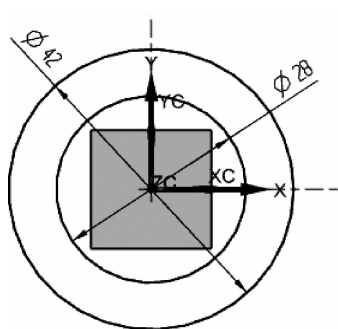

图 2-33 绘制 $\phi 42$ 和 $\phi 28$ 的圆
①在“草图”工具条中单击 图标,创建 $\phi 42$ 的圆。
②在“草图”工具条中单击 几何约束图标,约束圆心在坐标系原点。
③在“草图”工具条中单击 图标,创建 $\phi 28$ 的圆。
④在“草图”工具条中单击 几何约束图标,约束两圆同心,如图 2-33 所示。